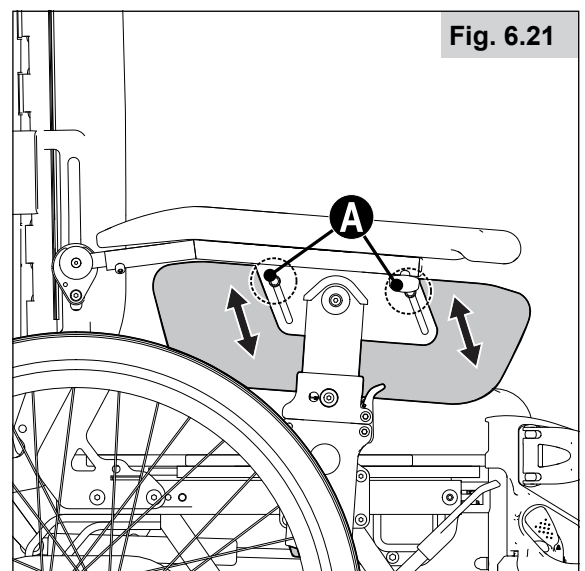

Fig. 6.21
6.20 Höhe des Kleiderschutzes verstellen (Fig. 6.21)